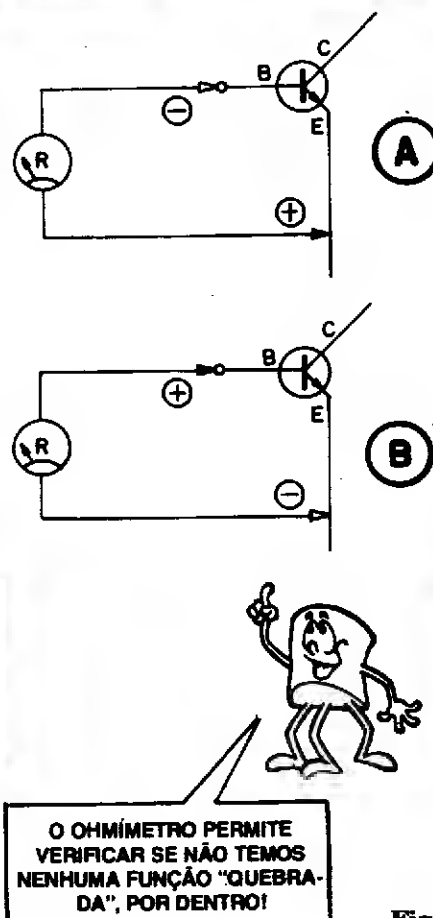

Fig.5
- FIG. 5-A - Aplicando-se a ponta **negativa** à **base** de um transistor NPN, e a ponta **positiva** ao seu **emissor**, deve ser obtida uma leitura de R **alta**, num transistor BOM. Se for lida uma R **baixa**, o transistor estará inutilizado, em "curto" **base/emissor**...
- FIG. 5-B - Com a ponta **positiva** à **base** do transistor NPN, e a **negativa** ao **emissor**, a leitura no OHMÍMETRO, para um transistor BOM, deverá ser de R **baixa**. Se a indicação for de R **alta**, então o dito transistor estará com o "diodo" **base/emissor** "aberto" (componente inutilizado).